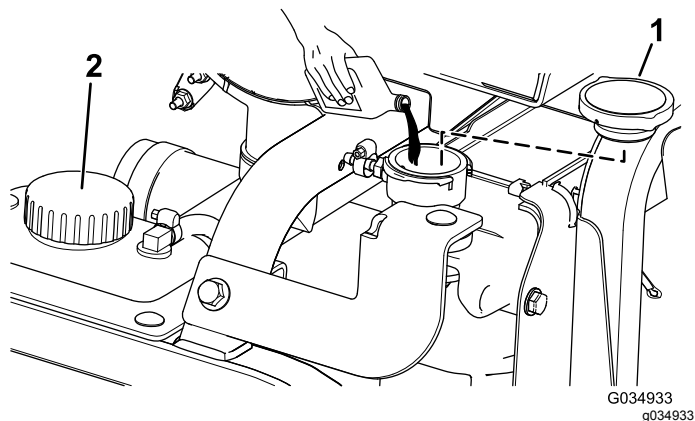

Figura 119
- 5. Riempite il radiatore con refrigerante fino a quando il livello non è pari con il bordo del foro del filtro (Figura 119).